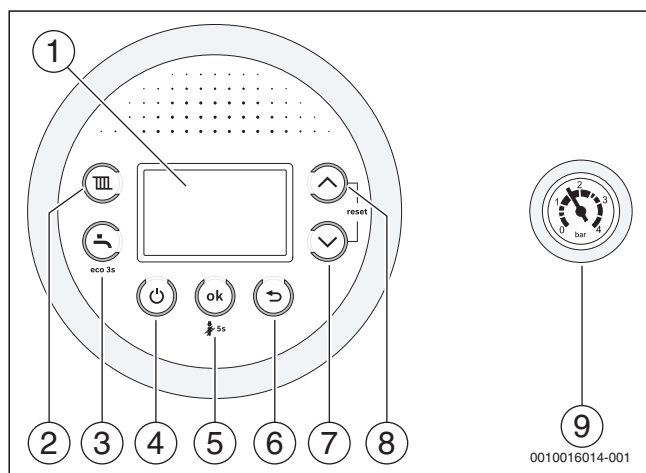

Fig. 1
- ▶ Opriți aparatul folosind tasta (→ fig. 1).